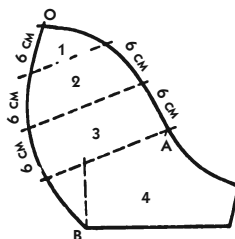

Рис. 672
- Начертите от нижней точки срединной линии базового рукава выпуклую линию, которая будет соответствовать линии шва на верхней части рукава. Поставьте засечки В и О (см. рис. 672).
3. На этом видоизмененном лекале проведите линии, определяющие направление складок драпировки, как показано на рис. 672, откладывая от засечек О и А по 6 см.